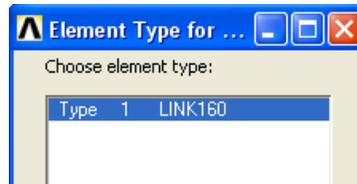

Рисунок 58. Окно *Element Type for ...*
данной клавиши появится окно *Element Type for ...* (Рисунок 58), в котором необходимо из списка уже существующих элементов (выбранных ранее с помощью окна *Defined Element Types*) выбрать элементы, для которых будут определены константы. Для подтверждения выбора следует нажать **OK**. После этого появится окно, в котором следует заполнить константы, используемые данным типом элементов и нажать **OK**.
- **Edit...** – позволяет отредактировать уже определенные константы. После нажатия этой кнопки появится окно *Element Type for ...* (Рисунок 58) и далее необходимо повторить порядок действий аналогичный действиям при использовании кнопки *Add...*